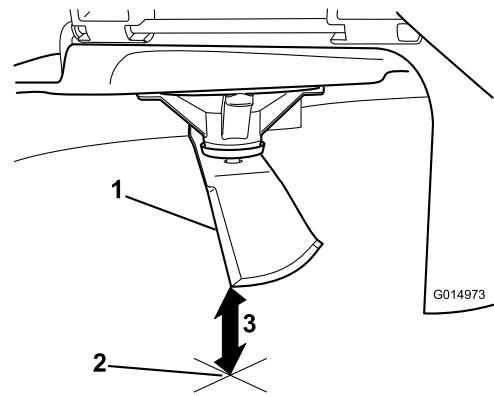

Figura 99
3. Mida desde la punta de la cuchilla hasta la superficie plana (Figura 99).